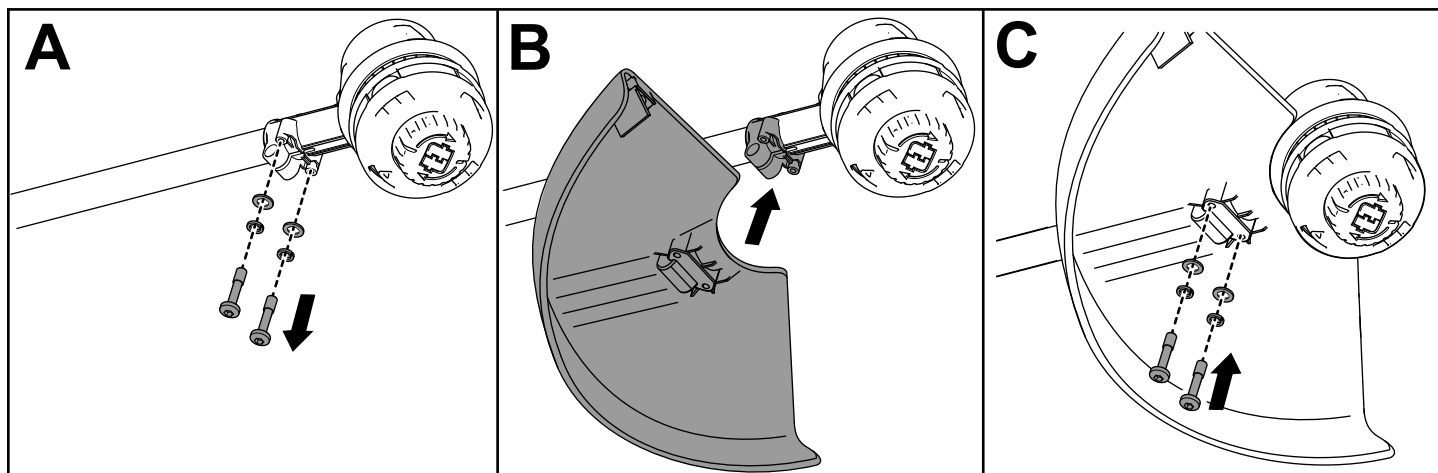

Figura 3
1. Utilizzando la chiave a brugola in dotazione, rimuovete le 2 viti a esagono incassato, le 2 rondelle e i 2 distanziali dalla base del decespugliatore (A della Figura 3).
2. Allineate la protezione sulla base del decespugliatore (B della Figura 3).